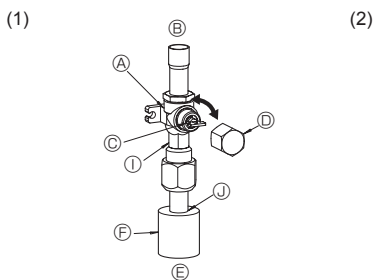
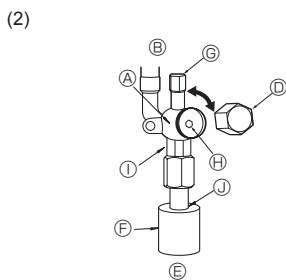

Fig. 4-6
Fig. 4-7
(1) Strona gazowa (Fig. 4-6)
- ① Aby otworzyć zawór, należy zdjąć korek, pociągnąć dźwignię do siebie i obrócić o 1/4 obrotu w kierunku przeciwnym do ruchu wskazówek zegara.
- ② Upewnić się, że zawór odcinający jest całkowicie otwarty, wcisnąć dźwignię i założyć korek.
- (2) Strona cieczowa (Fig. 4-7)
- ① Zdjąć korek i obrócić do oporu trzpień zaworu w kierunku przeciwnym do ruchu wskazówek zegara za pomocą klucza imbusowego 4 mm. Przerwać obracanie po osiągnięciu ogranicznika. (ø9,52: około 10 obrotów)